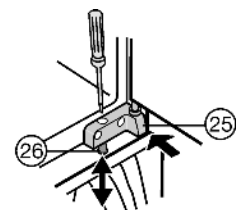

Fig. 13
- Ajuster l'appareil en hauteur : à l'aide des vis de réglage Fig. 13 (26) dans les supports Fig. 13 (24,25).